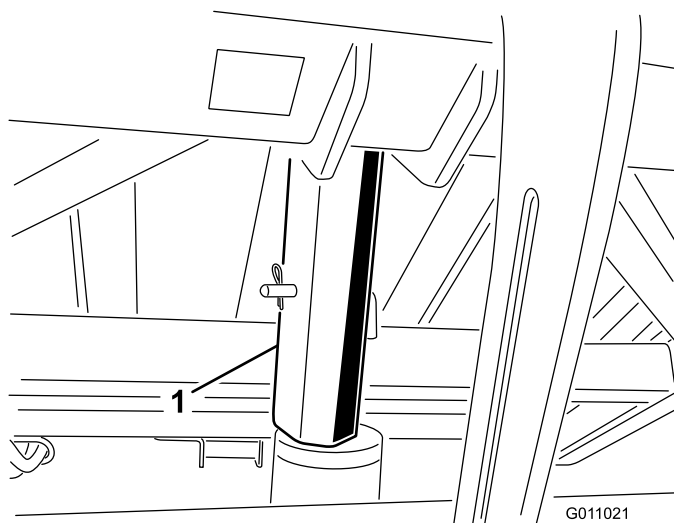

Рисунок 26
3. Установите предохранительную опору на шток цилиндра, убедитесь, что концы опоры упираются в корпус гидроцилиндра и в торец штока цилиндра (Рисунок 26).